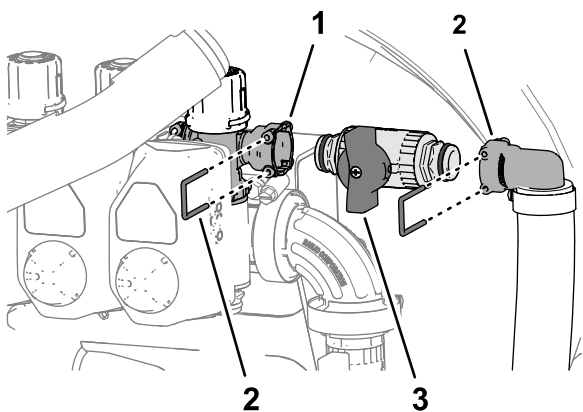

図 62
- A. シャットオフバルブのクイックコネクトフィッティングを右ブーム用バイパスバルブのクイックディスコネクトソケットに固定しているリテーナを外して、ソケットからバルブを取り出す 図 62。
- B. シャットオフバルブのクイックコネクトフィッティングをバーブ付き90°フィッティングのクイックディスコネクトソケットに固定しているリテーナを外して、ソケットからバルブを取り出す 図 62。